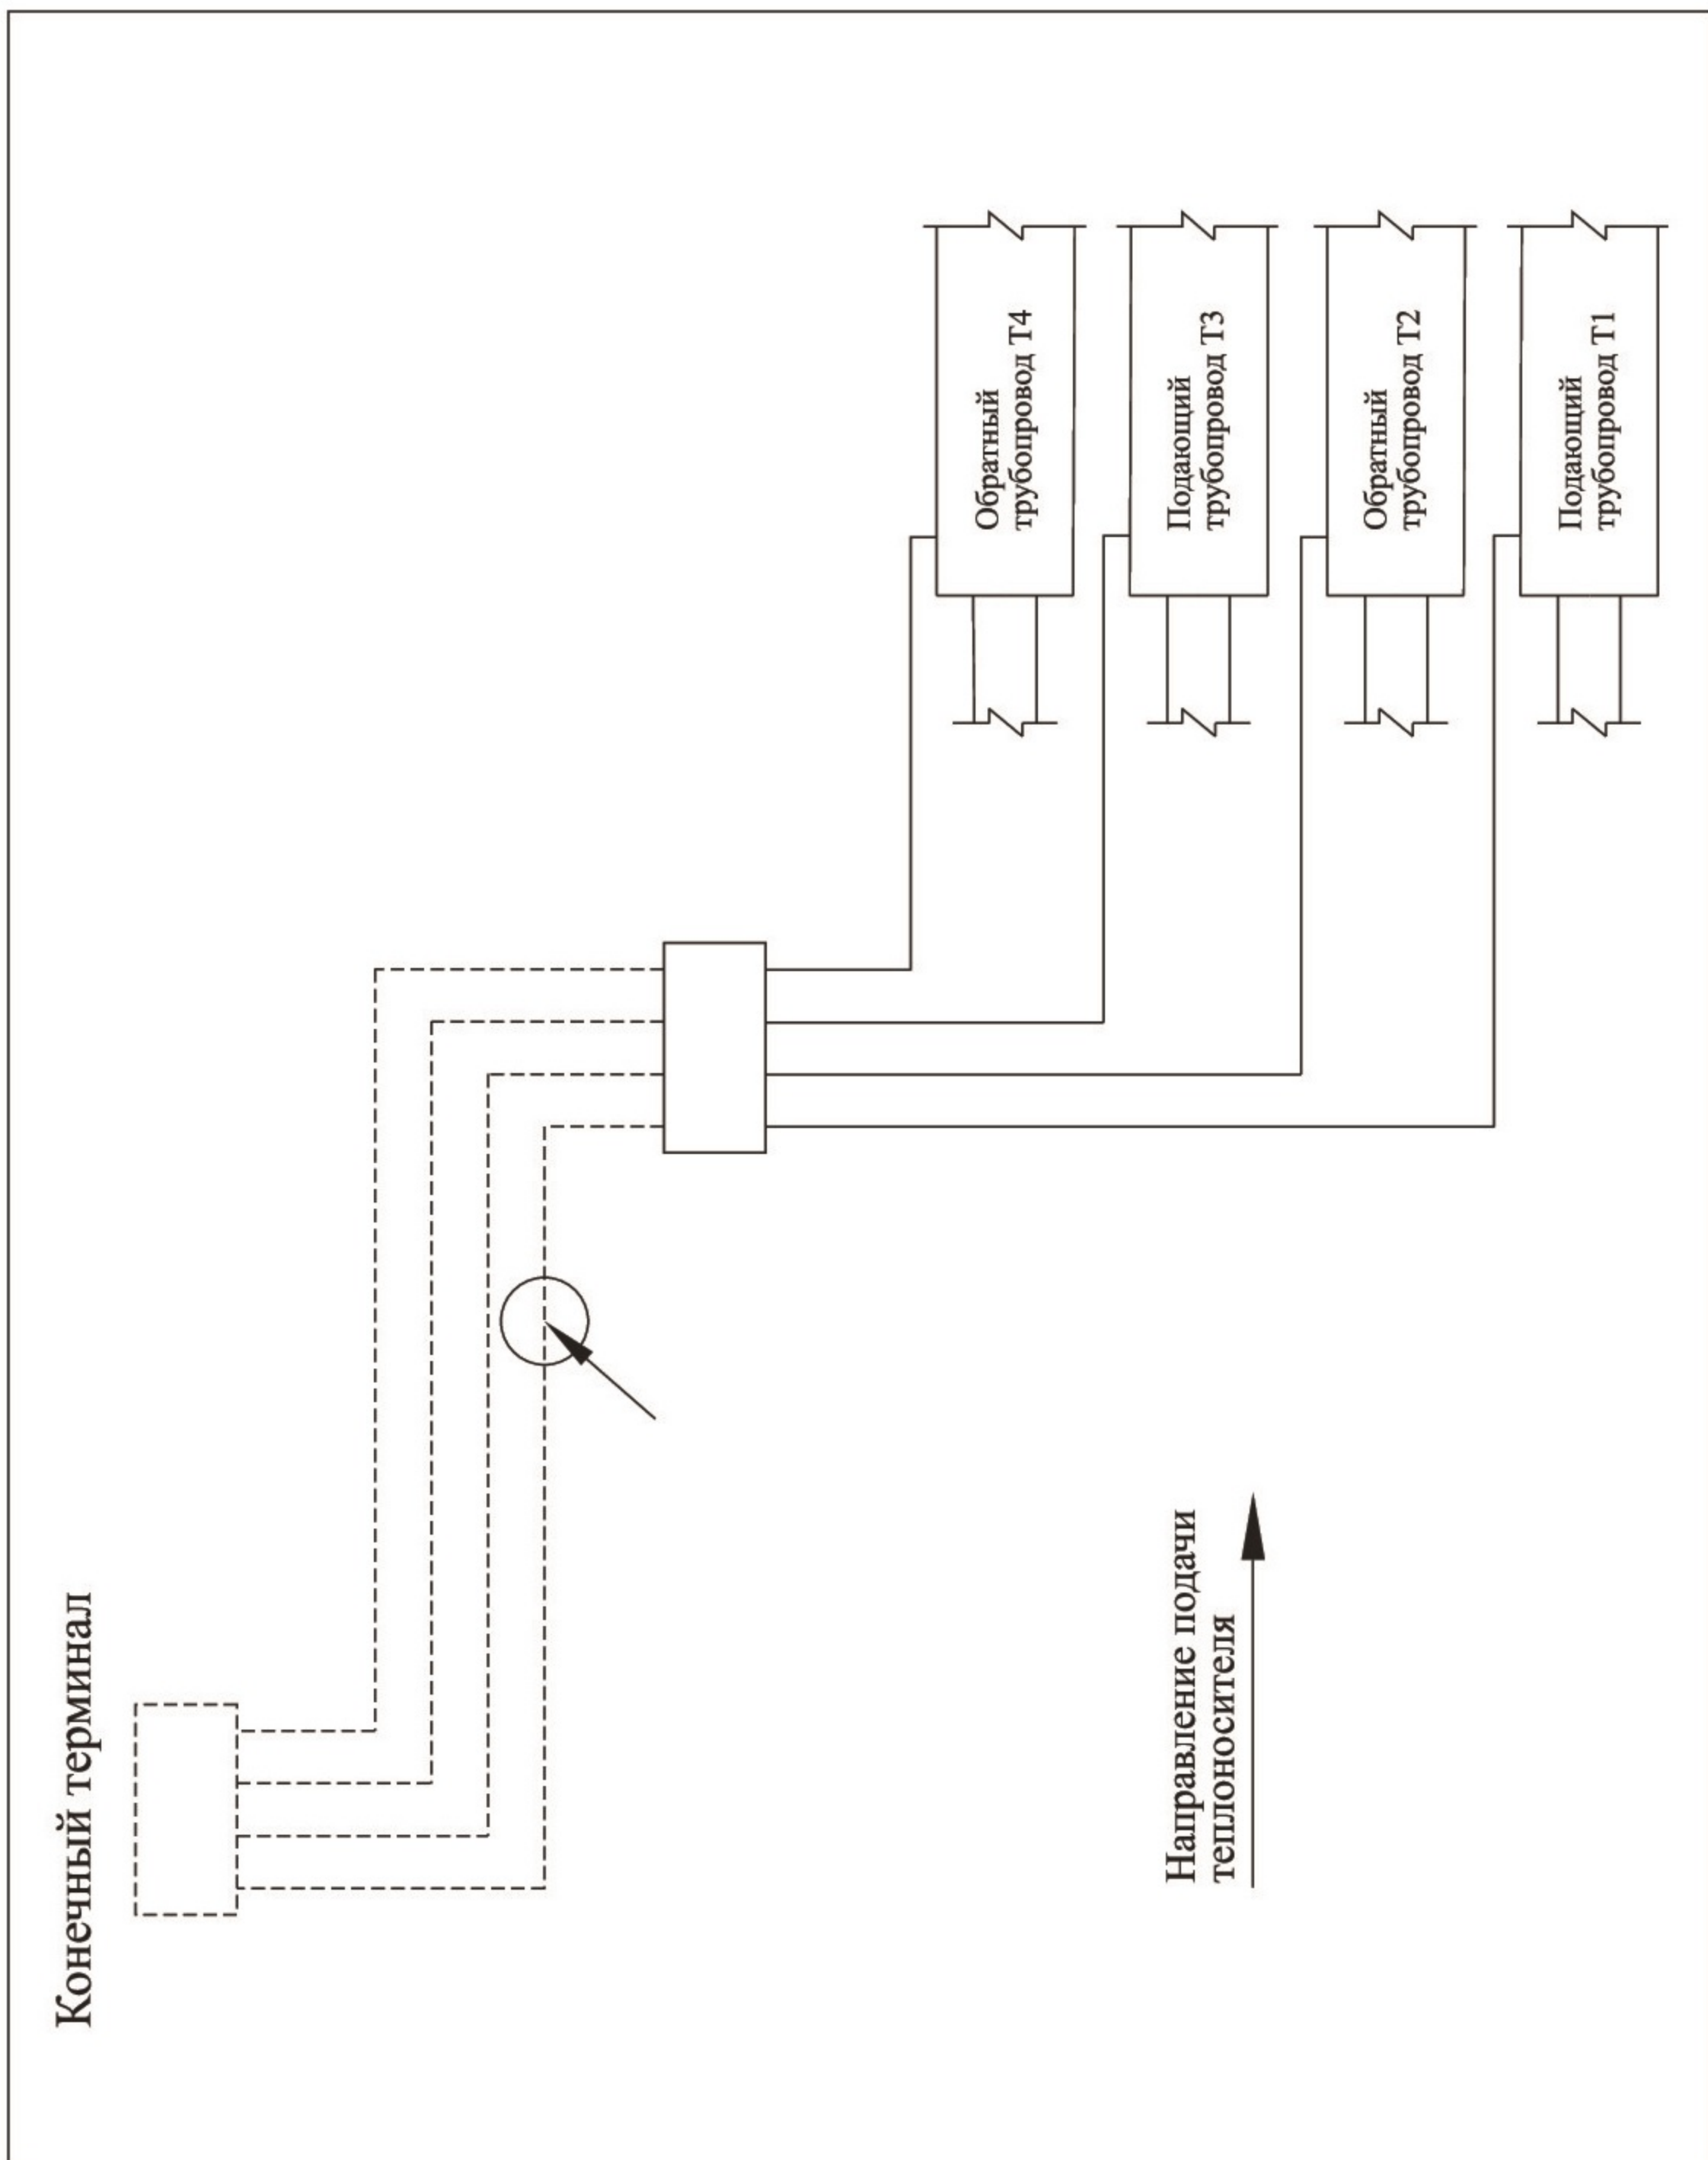

Рис. 5 Подсоединение кабеля к четырехтрубной системе ОДК
- 2.3. Подсоединение (наращивание) кабеля к четырехтрубной системе ОДК – Рис. 5, 9.